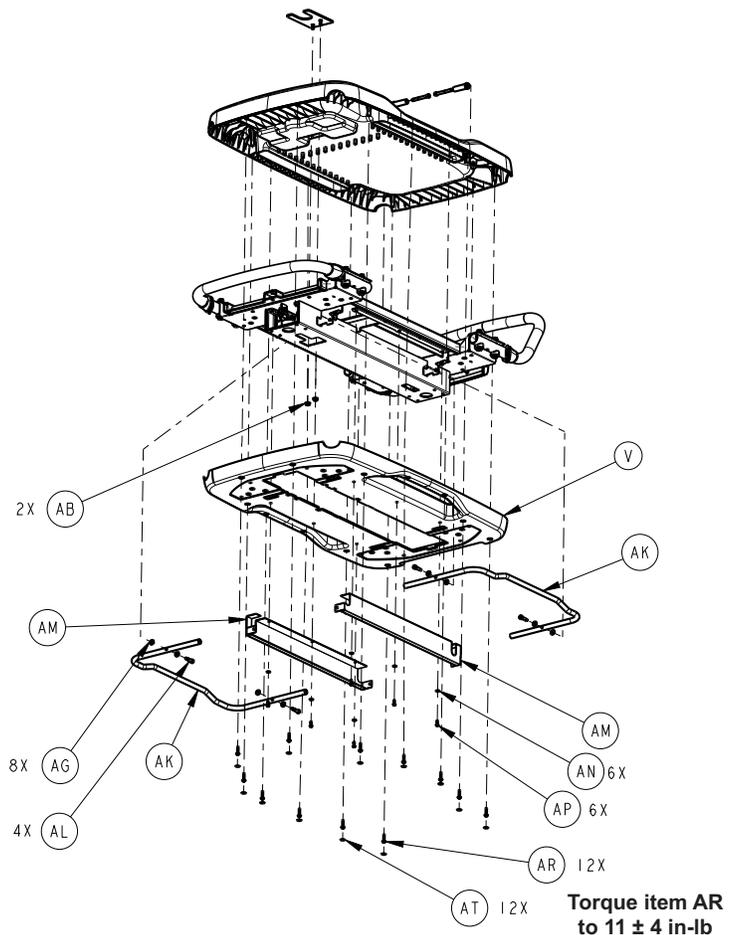

Figure 3 – Loquet de déclive du panier
4. Ouvrir les tiroirs supérieur et inférieur pour accéder à la découpe sous le loquet de déclive du panier (AA).
5. À l'aide d'un tournevis à écrou de 3/8 po, retirer les deux écrous (AB) qui fixent le loquet de déclive du panier à la nacelle supérieure (Figure 3). Conserver les écrous.
- À l'aide d'un outil à pointe, retirer du bord inférieur extérieur de la nacelle inférieure les 12 étiquettes de masquage des fixations de la nacelle (AT).